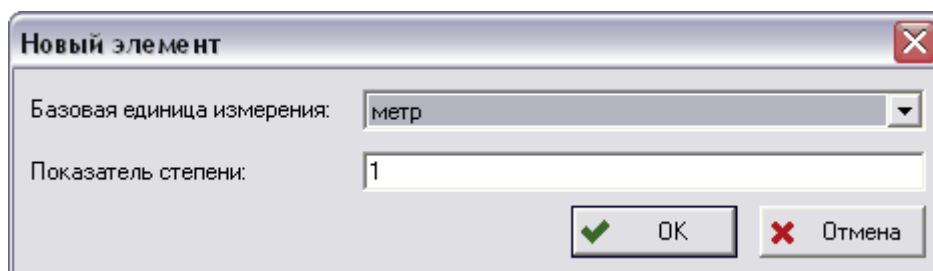

Рис. 71
2. В появившемся диалоговом окне **Новый элемент** в поле **Базовая единица измерения** выберите обозначение нового элемента из списка ранее созданных единиц измерения СИ, контекстно-зависимых или вычисляемых единиц измерения (Рис. 71).